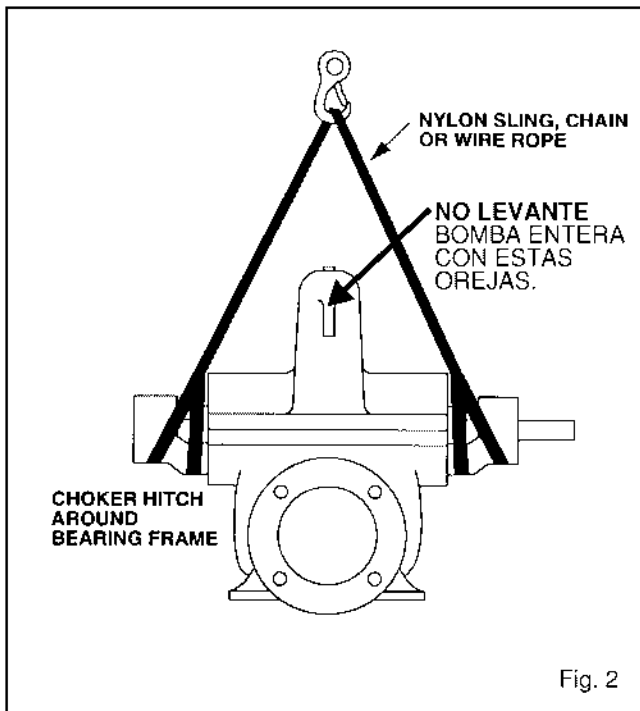

Fig. 2
1. Usando una eslinga, cadena o cuerda, enganchela alrededor de las dos cajas de cojinetes. (Ver Fig. 2)